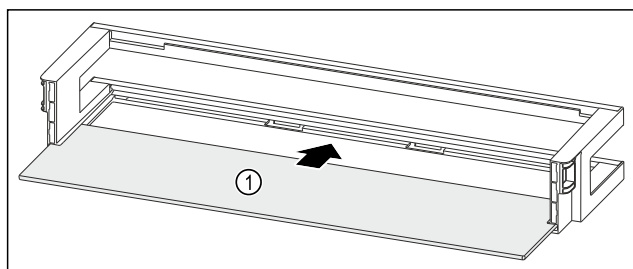

Fig. 253 Dveřní přihrádka s odkládací plochou
- Odkládací plochu Fig. 253 (1) zasuňte do bočních vybrání.